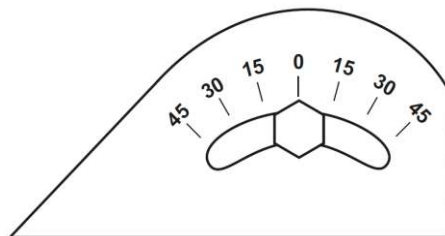

Рис. 4
- На подвижной части тисков есть шкала, позволяющая точно установить угол реза заготовки (рисунок 4)